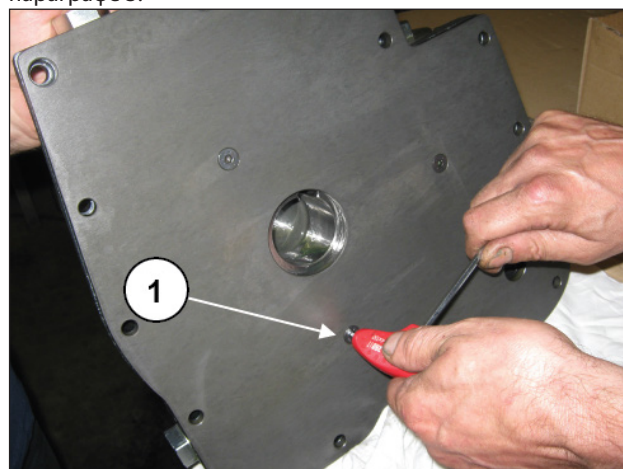

Рис. 154
Установите заднюю стенку корпуса масляного насоса, затянув три винта М6 (поз. ①, Рис. 154) с помощью динамометрического ключа с моментом, указанным в параграфе 3.